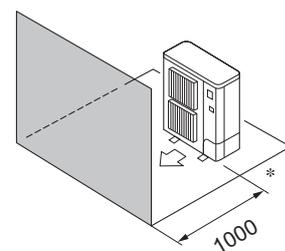

Fig. 3-8
④ Obstáculos apenas na parte da frente (Fig. 3-8)